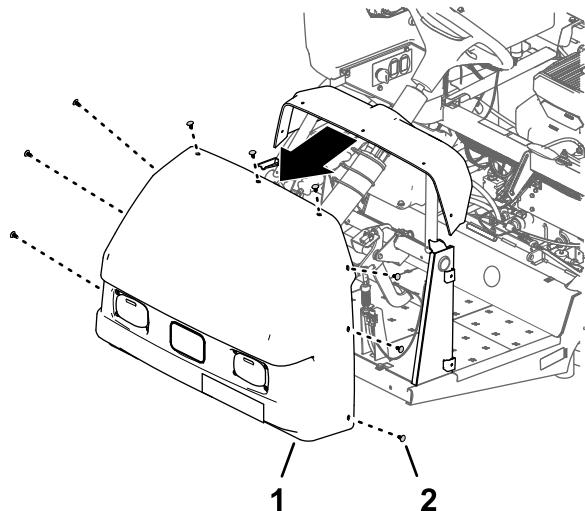

Bild 15
- Entfernen Sie die neun Eindrückbefestigungen, mit denen die Haube am Armaturenbrett und Rahmen der Maschine befestigt ist (Bild 15).
- Nehmen Sie die Motorhaube von der Maschine ab (Bild 15).